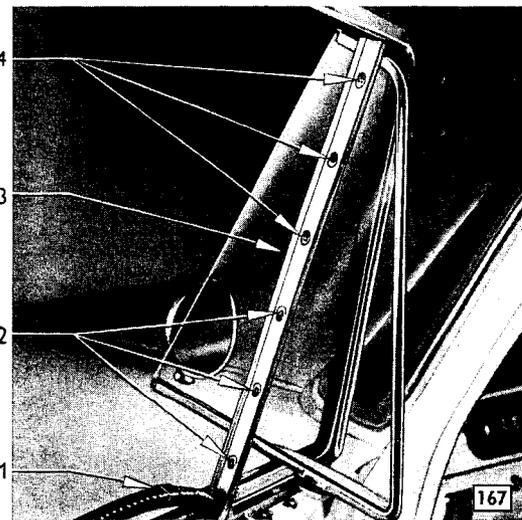

Bild 89 - Haltezung der hinteren Drehfensterdichtungen am Fensterrahmen
3. Vordere Fallfensterführung (88/3) im Fensterrahmen (89/3) vorsichtig lösen und aus Fensterrahmen nur so weit, wie in Bild 89 gezeigt, herausziehen.
3. Untere drei Haltezungen nach oben und obere drei Haltezungen nach unten (Bild 89) so umbiegen, daß die hintere Drehfensterdichtung (88/2) satt am Fensterrahmen anliegt.